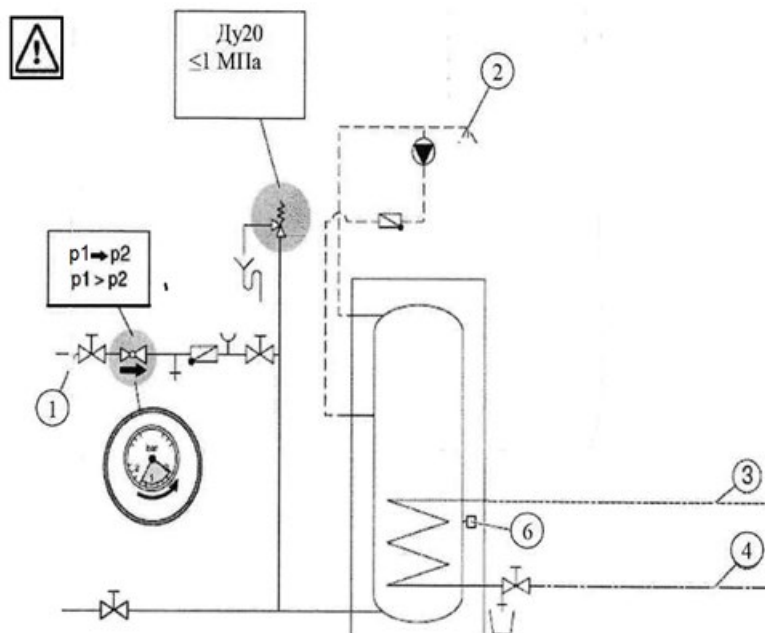

Рисунок 3 – Схема гидравлического подключения бойлера
6.5 Пример схемы подключения бойлера со всеми рекомендуемыми клапанами и кранами рис. 3.
6.14 Потребитель должен установить в линию холодной воды сертифицированный предохранительный клапан (\geq Ду 20), имеющий допуск для работы с питьевой водой (рис. 3).
6.18 Если давление в системе превышает 80% давления срабатывания предохранительного клапана: установите перед ним редукционный клапан (рис. 3).